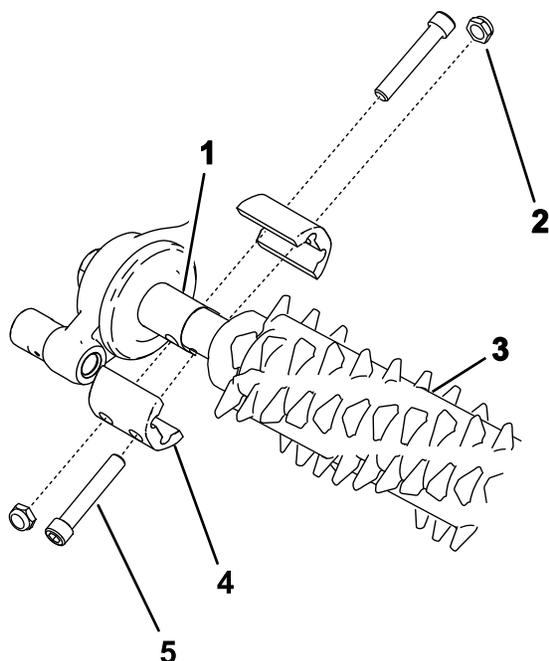

Figure 26
2. Alignez le cylindre groomer sur le boîtier d'entraînement et la poulie de tension (Figure 26).
4. Serrez les boulons de fixation du groomer comme montré à la Figure 26 ; serrez les boulons à un couple de 5 à 7 N·m.